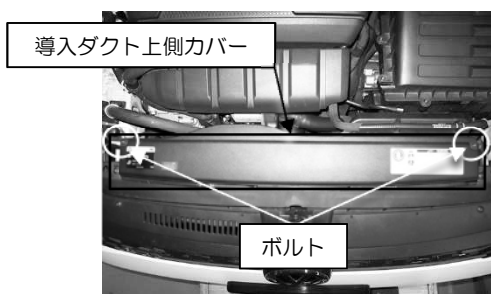

図 1
- 1) ボルト 2 箇所を緩め導入ダクトの上側カバーを取り外します。図 1 参照